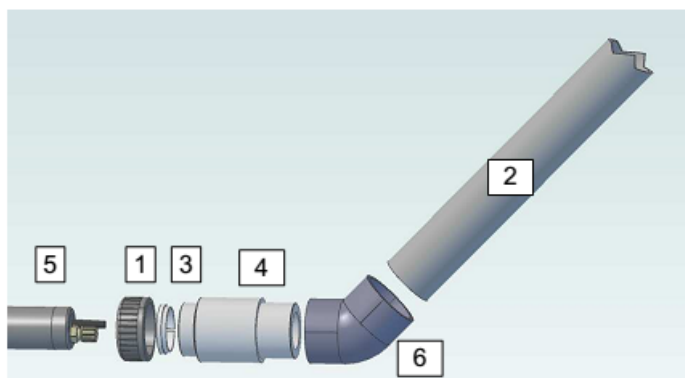
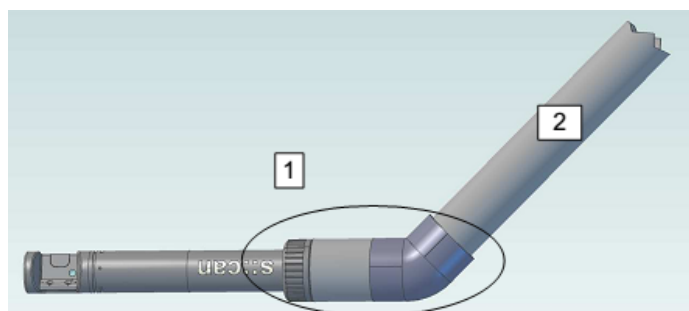

Fig. 6-4: Montaje con soporte de sonda
Fig. 6-5: Montaje final en soporte
1. Normalmente el soporte se envía ya montado, como se muestra en el círculo de la Fig. 6-5. En caso de que el soporte no esté montado, coloque las piezas como se muestra en la Fig. 6-4 y monte las piezas 1, 3, 4 y 6. Las piezas 4 y 6 se deberán unir con adhesivo.
4. Ahora puede insertar i::scan en el soporte y fijarlo con el cierre. El montaje final debería ser como el que se muestra en la Fig. 6-5.